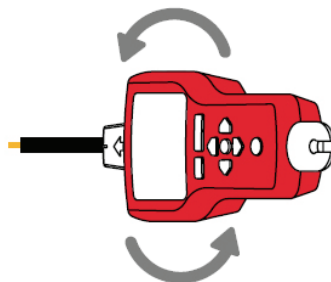

Abbildung 4.10c
6. Drehen Sie den Sender zum Überprüfen der Kabelrichtung hin und wieder um 90°. Wenn das Kabel in Flucht mit der Vertiefung im Spitzsensor verläuft, erhalten Sie die höchste Signalstärke. (Siehe Abbildung 4.10c.)